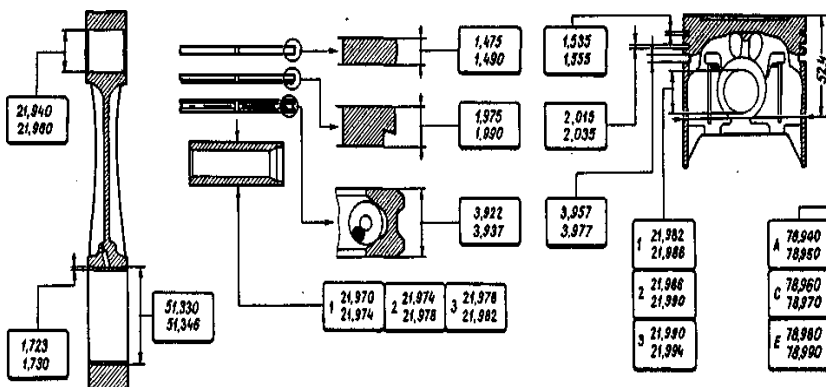

Рис. 2.39. Основные размеры шатунно-поршневой группы
Основные размеры шатунно-поршневой группы приведены на рис. 2.39.
**Примечание.** Диаметр поршня измеряется в плоскости, перпендикулярной поршневому пальцу, на расстоянии 52,4 мм от днища поршня (см. рис. 2.39).
Нижнее компрессионное кольцо устанавливайте выточкой вниз (см. рис. 2.39). Если на кольце нанесена метка «Верх» или «TOP», то кольцо устанавливайте меткой вверх (к днищу поршня).